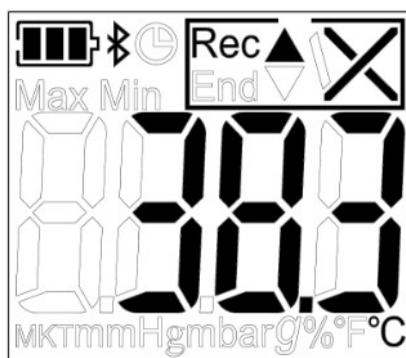

Рисунок 6: Маркер аварии
- выводит на дисплей маркер аварии (рисунок 6)